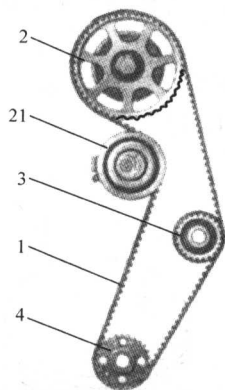

图 1-5 配气齿轮组件
3) 旋转张紧轮 21（图 1-5），拆卸发动机的正时齿形带 1。